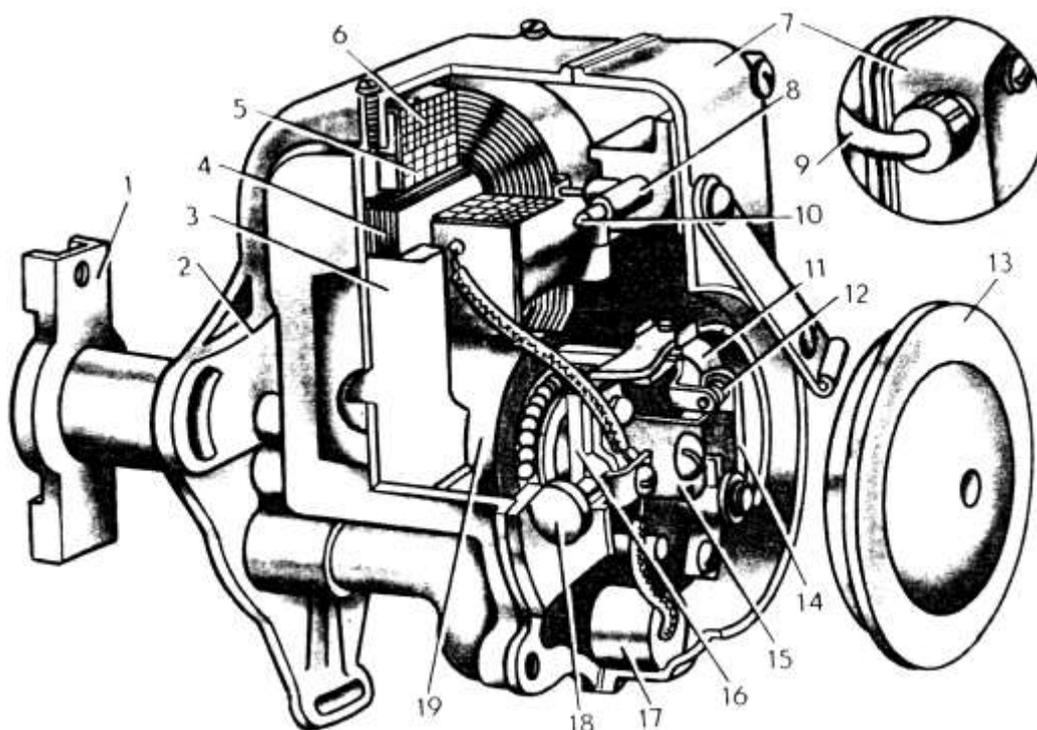
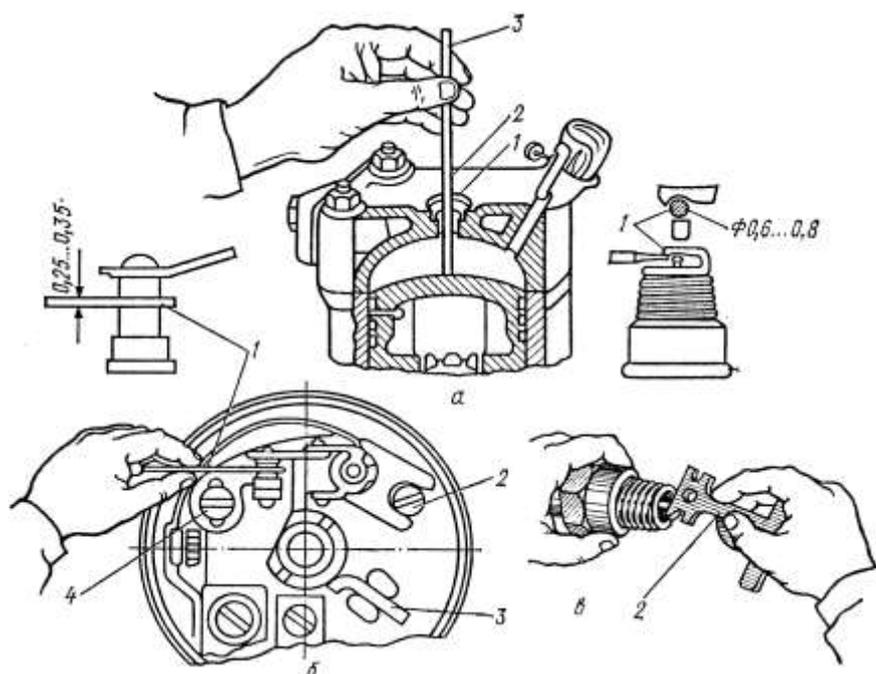

Рис. 11. Магнето
Рис. 12. Проверка и регулировка электрооборудования пускового двигателя
14. Разберите магнето: снимите поводок **1** (рис. 11), шпонку и крышку **13**. Снимите прерыватель, крышку **7**, конденсатор **17**, трансформатор и ротор **19**.
Для регулировки зазора медленно поворачивают ротор магнето до полного размыкания контактов и после этого щупом измеряют зазор (рис. 12, б). В случае его отклонения от номинального значения отпускают винт 4 контактной стойки и вращением эксцентрика 2 добиваются нужного зазора, равного 0,25...0,35 мм. После регулировки заворачивают винт и проверяют зазор. Фильц 3 кулачка прерывателя пропитывают несколькими капельками масла.
Для получения максимального напряжения во вторичной цепи контакты прерывателя должны размыкаться, когда ток и созданный им магнитный поток первичной цепи будут наибольшими. Это происходит, когда ротор магнето повернут в сторону вращения на угол 8...10 градусов от своего нейтрального (вертикального) положения (см. рис. 11). Этот угол называется *абрисом* магнето. Для регулировки абриса магнето ротор отклоняют в сторону вращения на угол 8...10 градусов, отпускают винт крепления кулачка 15 и, удерживая ротор в установленном положении, отверткой поворачивают кулачок 15 до момента начала размыкания контактов. Затягивают винт крепления кулачка, проверяют наличие искры и её интенсивность.
Для *установки магнето на двигатель* снимают со свечи провод высокого напряжения и вывёртывают свечу зажигания. В отверстие под свечу (рис. 12, а) вставляют чистый стержень **3** и, проворачивая вручную коленчатый вал пускового двигателя, устанавливают его поршень в верхнюю мёртвую точку (ВМТ). Делают на стержне риску наравне с верхней плоскостью головки **2** пускового двигателя. Затем отмеряют от этой риски вверх расстояние 5,8 мм (ПД-10УД, П-350) или 5,1 мм (ПД-8), указанное в табл. 6 приложений, и делают вторую риску. Обратным вращением коленчатого вала пускового двигателя опускают поршень до совпадения второй риски с верхней плоскостью головки пускового двигателя. Сняв крышку **13** (см. рис. 11) прерывателя магнето, поворачивают ротор до момента начала размыкания контактов и в этом положении вставляют магнето полумуфтой **1** в пазы шестерни привода. Отверстие на полумуфте **1** должно при этом находиться вверху.
После этого очищают свечу зажигания от нагара, проверяют и регулируют зазор между её электродами (рис. 12, в). Устанавливают свечу на место и присоединяют провод высокого напряжения.